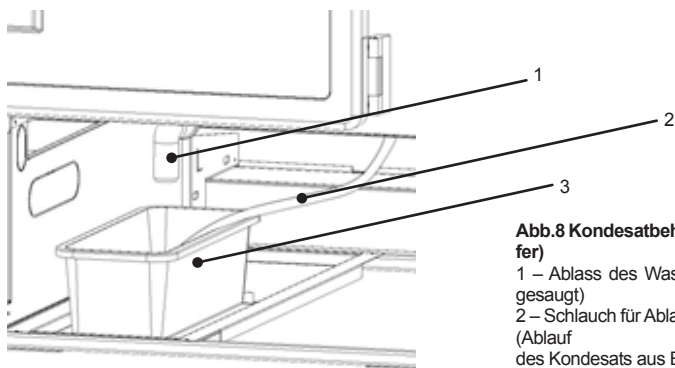

Abb.8 Kondensatbehälter (ohne Rotationsverdampfer)
- Den Kondensatbehälter auf der Grundlage der Anlage unter dem Siphon gemäss Abb.8/3 (S.33) oder Abb.9/3 (S.33) stellen
Es ist empfohlen, einmal pro Monat soll der Betrieb der Anlage unterbrochen werden um das Innere der Anlage zu reinigen, natürlicher Reifbeschlag des Verdampfers, den Kondensator zu reinigen und die Türdichtungen zu prüfen. Ist die Anlage nicht mit dem automatischen Abdampfen des Kondesats nicht ausgestattet, soll das Kondesat vom Behälter entfernt werden, falls er befüllt wird. Abb.8 (S.33). Die Anzahl (Häufigkeit) dieser Verfahren hängt von der Betriebsbedingungen der Anlagen (u.a. Luftfeuchtigkeit, wie oft die Türen geöffnet werden, Menge und Temperatur der einzulegenden Waren) ab.